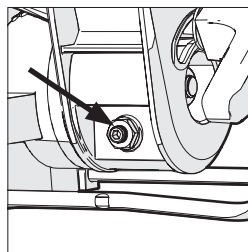

Fig. 10
- Maak de moer aan de afschuin hoekaanpassingsbout los met een 10mm moersleutel en een 3mm inbussleutel (niet meegeleverd). (Fig. 10)